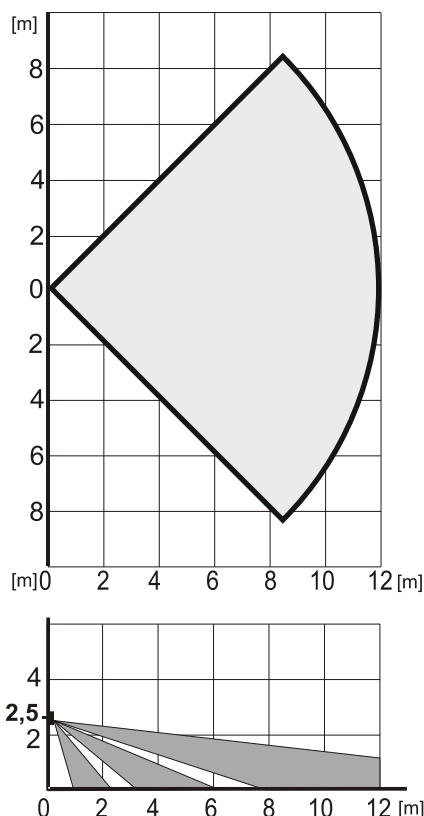

Figura 3: esta característica de deteção é válida para o nível de imunidade PIR padrão.
O detetor está equipado com uma lente (2) que cobre uma área de 90°/12 m com recurso a 3 feixes (cortinas) - consulte a figura 3. **A lente não pode ser substituída por outra de um tipo diferente.** Esta característica de deteção aplica-se à lente branca e à lente cinzenta.